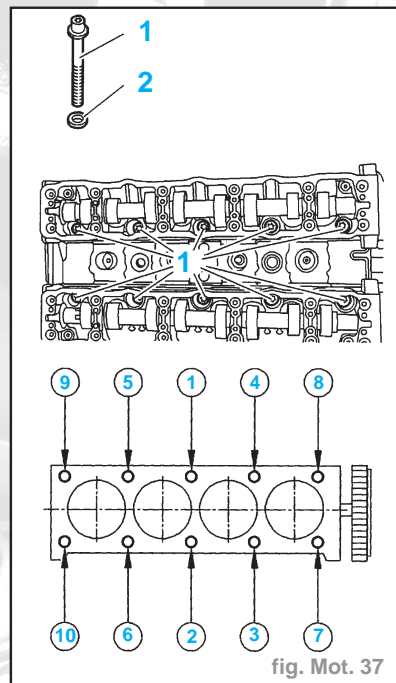

fig. Mot. 37
- Poser les vis de culasse (1) équipées de leurs rondelles d'appui (2) (fig. Mot. 37).
- Serrer les vis de culasse dans l'ordre indiqué (fig. Mot. 37).